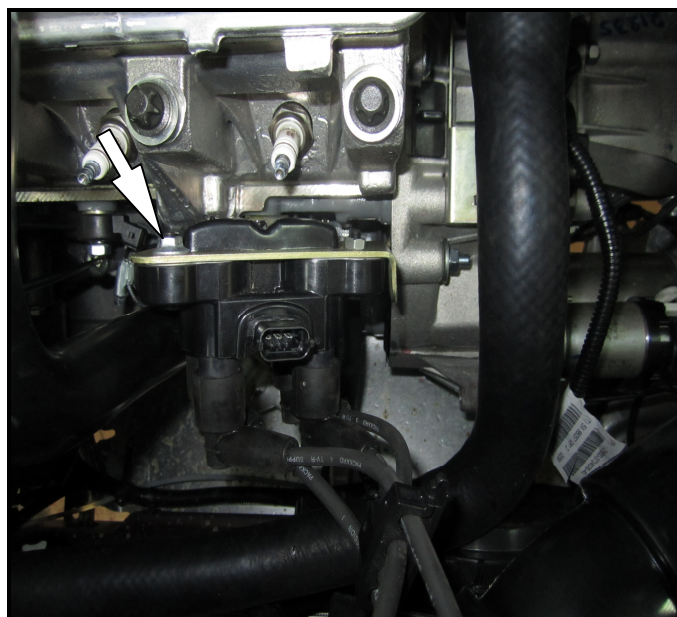

Рис.2 Монтаж высоковольтного модуля
3.8. Высоковольтный модуль необходимо закрепить на кронштейне при помощи штатных болтов и гаек из комплекта. Закрепить кронштейн с модулем на двигателе при помощи штатных болтов и гайки М8 из комплекта (рис.2).